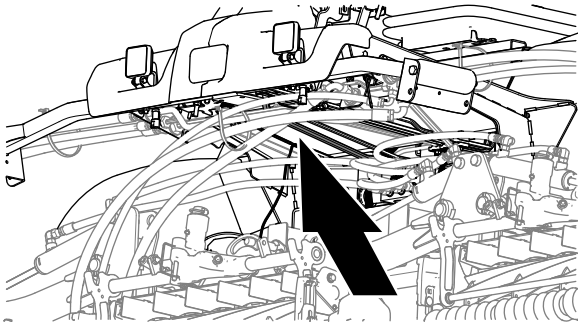
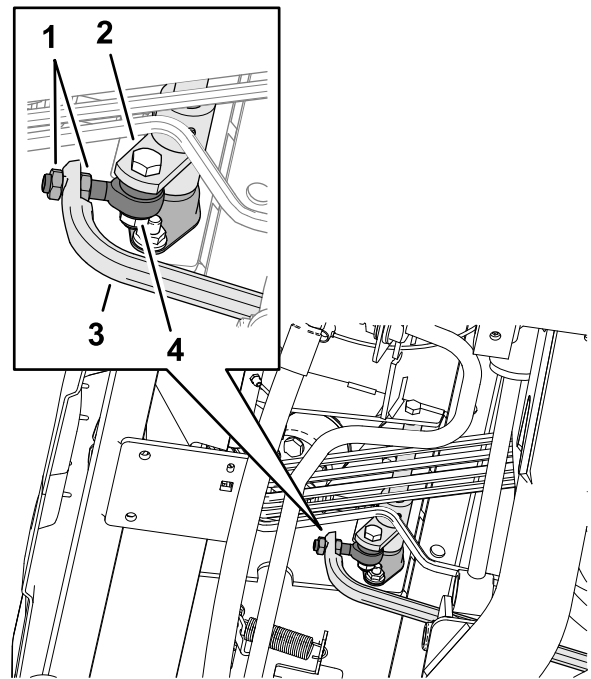

Figure 140
Figure 141
5. Ajustez les écrous de blocage sur l'embout de biellette pour avancer la tige de déplacement et éliminer le déplacement en marche avant ou pour reculer la tige et éliminer le déplacement en marche arrière (Figure 140 et Figure 141).